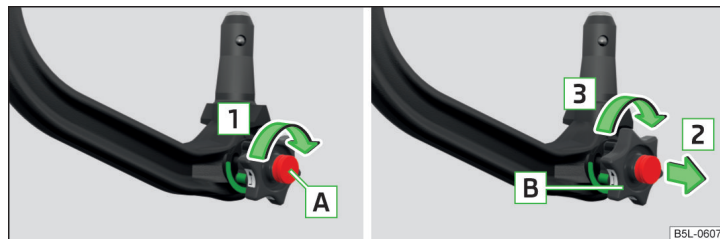

Fig. 144 Déverrouillez la serrure/Extrayez et tournez la molette
- Tournez la clé **A** dans le sens de la flèche **1** jusqu'à la butée » fig. 144.